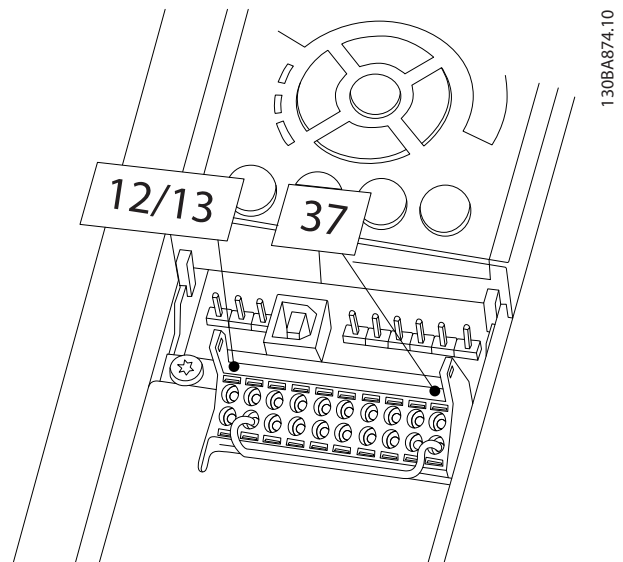

Abbildung 2.1 Drahtbrücke zwischen Klemme 12/13 (24 V) und 37
1. Entfernen Sie die Drahtbrücke zwischen den Steuerklemmen 37 und 12 oder 13. Ein Durchschneiden oder Brechen der Drahtbrücke reicht zur Vermeidung von Kurzschlüssen nicht aus. (Siehe Drahtbrücke in *Abbildung 2.1*.)